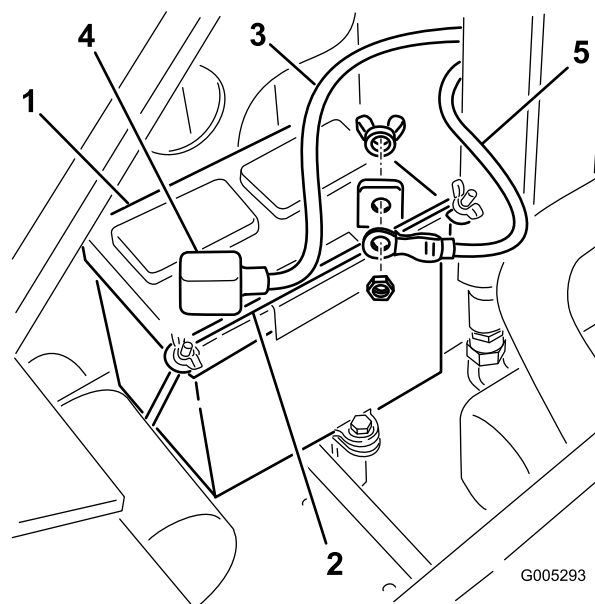

Figure 43
4. Enlevez les écrous à oreilles et les barres de fixation de la batterie (Figure 43).
5. Débranchez le câble négatif (noir) de mise à la masse de la borne de la batterie (Figure 43). Conservez les fixations.
- Débranchez le câble positif (rouge) de la borne de la batterie (Figure 43). Conservez les fixations.
- Branchez le câble positif (rouge) de la batterie à la borne positive (rouge) au moyen des fixations retirées précédemment (Figure 43).
- Branchez le câble négatif de la batterie à la borne négative (noir) au moyen des fixations retirées précédemment (Figure 43).
- Fixez la batterie au moyen aide de la barre et des écrous à oreilles (Figure 43).